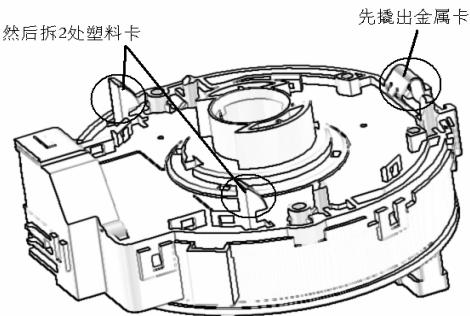

图 5.2—9
(1) 对齐中间轴和滑叉上的配合标记。
(2) 安装螺栓 B，拧紧螺栓 A，拧紧力矩：28 N·m。
13) 连接地板式换档驻车锁止拉线。钥匙位于 ACC 位置，推进换档驻车锁止拉线进行安装，见图5.2—8。